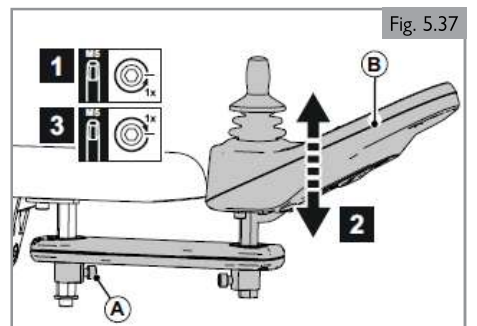
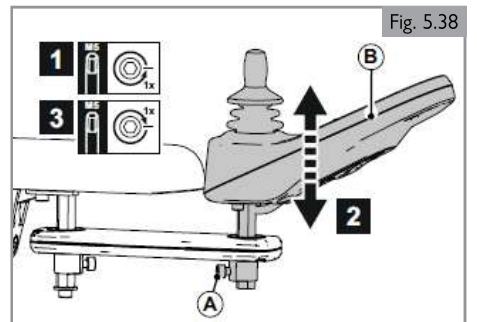

Fig. 5.37
Fig. 5.38
1. Afloje (A) una vuelta.
2. Ajuste (B) en la posición deseada.
3. Apriete (A).
#### Altura del mando de control (1) (Fig. 5.37)
#### Altura del mando de control (2) (Fig. 5.38)